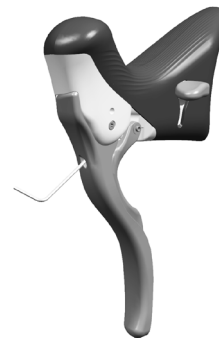

Fig.4
- Inserite nel foro Y una chiave a brugola da 2,5 mm in modo da raggiungere il grano (Fig.4).